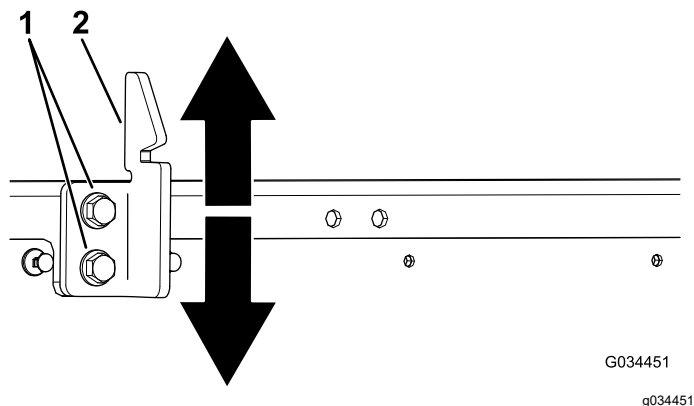

Figura 55
3. Allentate i 2 bulloni sul gancio di chiusura del pianale e spostate il gancio su o giù, a seconda se è troppo alto o troppo basso (Figura 55).
4. Serrate i 2 bulloni sul gancio di chiusura del pianale (Figura 55).